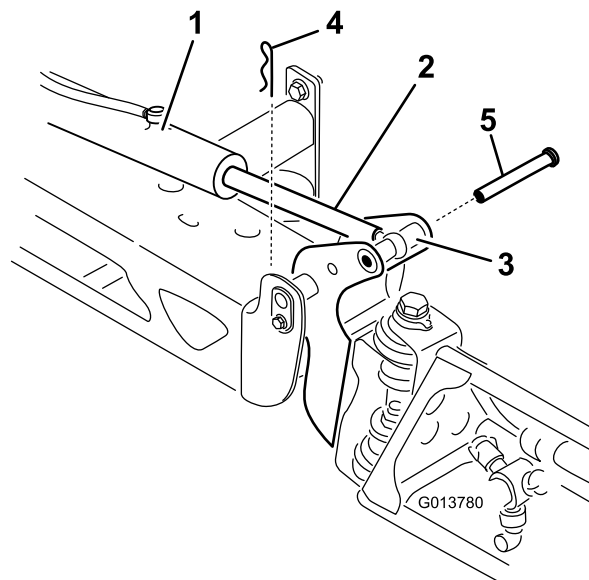

図 71
2. クレビスピンについているヘアピンを抜き取る 図 71。
3. ブームを持ち上げてクレビスピンを外し、ブームをゆっくりと床面に降ろす 図 71。
7. ブームを支えながら、ブームのピボットとアクチュエータロッドにクレビスピンを通す 図 71。